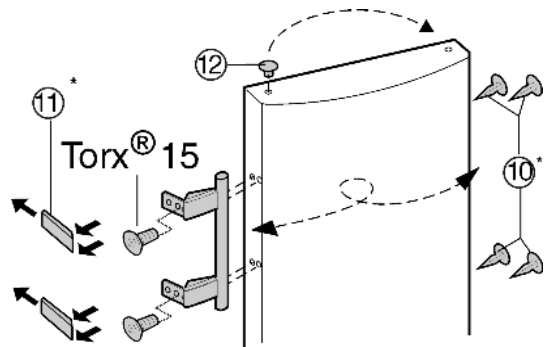

Fig. 9
- ▶ Løft pluggen *Fig. 9 (12)* ut av dørens lagerhylse, og sett den over på den andre siden.
- ▶ Demonter pluggene *Fig. 9 (10)* og trykkplatene *Fig. 9 (11)*, og sett de over på motsatt side.